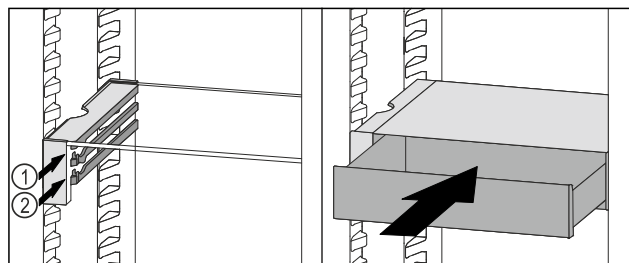

Fig. 109
- 将 VarioSafe 抽屉放置在所需肋梁 Fig. 109 (1) 或 Fig. 109 (2) 上的止挡器后面。